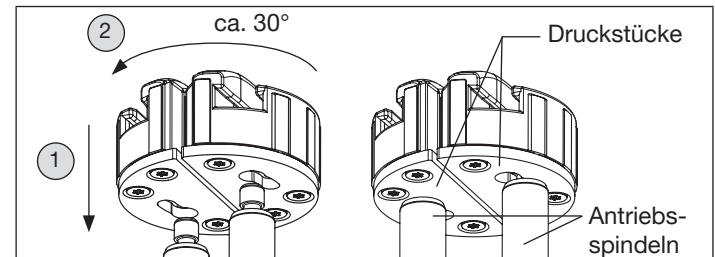

Bild 21: Druckstücke montieren
- Druckstücke in den Antrieb einsetzen. Dabei darauf achten, dass die Antriebsspindeln ganz in die entsprechenden Aussparungen an den Druckstücken eintauchen (siehe „Bild 21“).